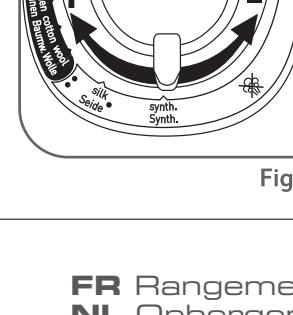

Fig.7
- Réglez la température – fig.7. Votre fer dispose de la fonction Autosteam Control. En fonction du type de textile sélectionné, votre fer détermine automatiquement et avec précision les niveaux de température et de débit vapeur adaptés, pour garantir le meilleur résultat.